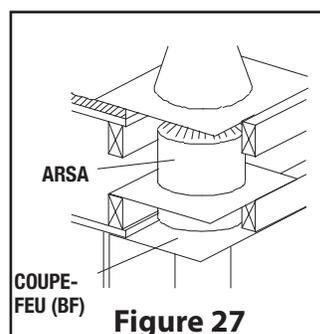

Figure 27
Étape 6. Au niveau du grenier, installez un coupe-feu (BF), sous plafond et un coupe radiation pour le grenier (ARSA) au dessus. (voir Figure 27).